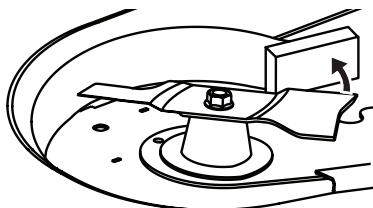

Figure 61
1. Empêchez la lame de tourner dans le sens antihoraire pendant l'entretien en plaçant un bloc de bois entre la lame et le carter du plateau de coupe (Figure 61), ou enroulez un chiffon autour d'une extrémité de la lame et portez des gants épais pour saisir fermement la lame.